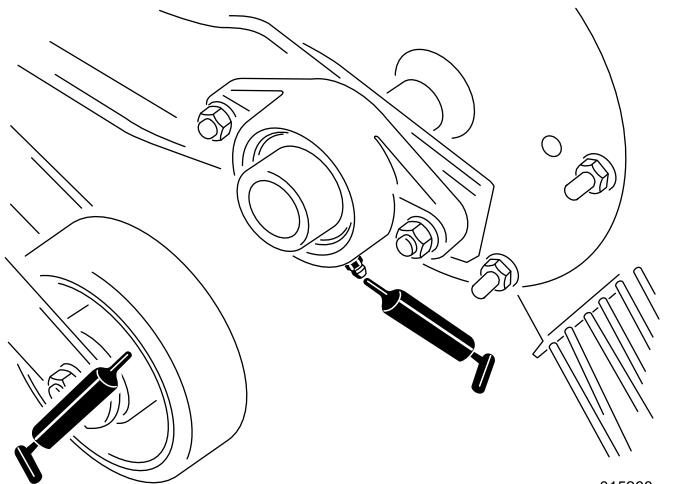

Figura 11
2. Introduza massa lubrificante no rolamento ou casquilho (Figura 11, Figura 12 e Figura 13).